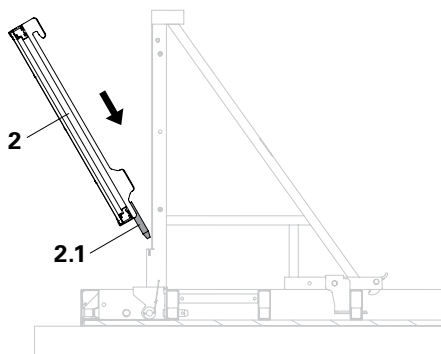

Fig. A4.03
1. Positionner les deux axes de guidage (2.1) du platelage MXK (2) derrière la plaque (1.4) des consoles MXK. (Fig. A4.03 + A4.03a)